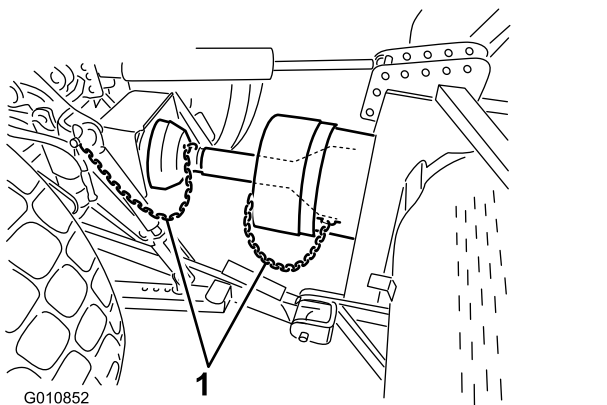

Bild 25
6. Schließen Sie die Abdeckungssicherheitsketten am Zapfwellenschutzblech und der Traktorhalterung an (Bild 25). Stellen Sie sicher, dass die Ketten beim Anheben und Absenken des Aerifizierers nicht stramm werden.